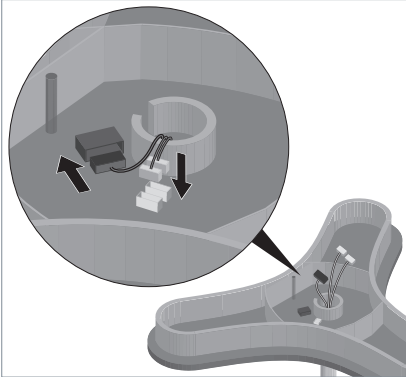

Fig. 7: Leuchtenkopf anschließen.
- ▶ Stecken Sie den großen Stecker und die zwei kleinen Stecker in die passenden Buchsen im Leuchtenkopf, siehe Fig. 7.